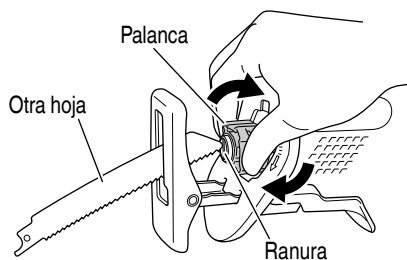

Fig. 12
- (1) Si una parte de la hoja de sierra rota sobresale de la pequeña hendidura del sujetador de la hoja, saque la parte saliente y extraiga la hoja.
(2) Si la hoja de sierra rota se encuentra oculta dentro de la pequeña hendidura, enganche la hoja rota utilizando la punta de otra hoja de sierra y extráigala. (Fig. 12)